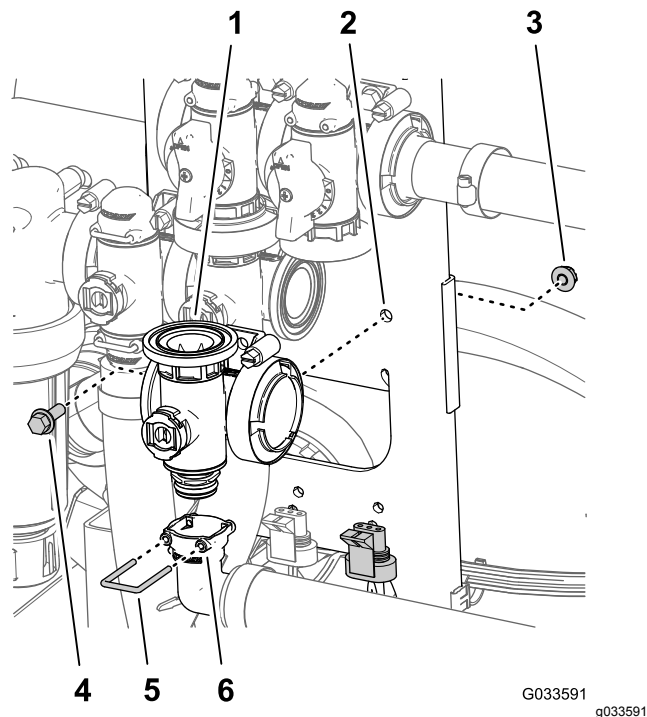

Figure 103
- Retirez l'étrier qui fixe le raccord de sortie à 90° à l'accouplement du collecteur de la vanne maîtresse (Figure 103).
- Retirez le boulon à embase (1/4" x 3/4") et le contre-écrou à embase (1/4") qui fixent la vanne maîtresse des rampes au support, puis déposez le collecteur de la machine (Figure 103).